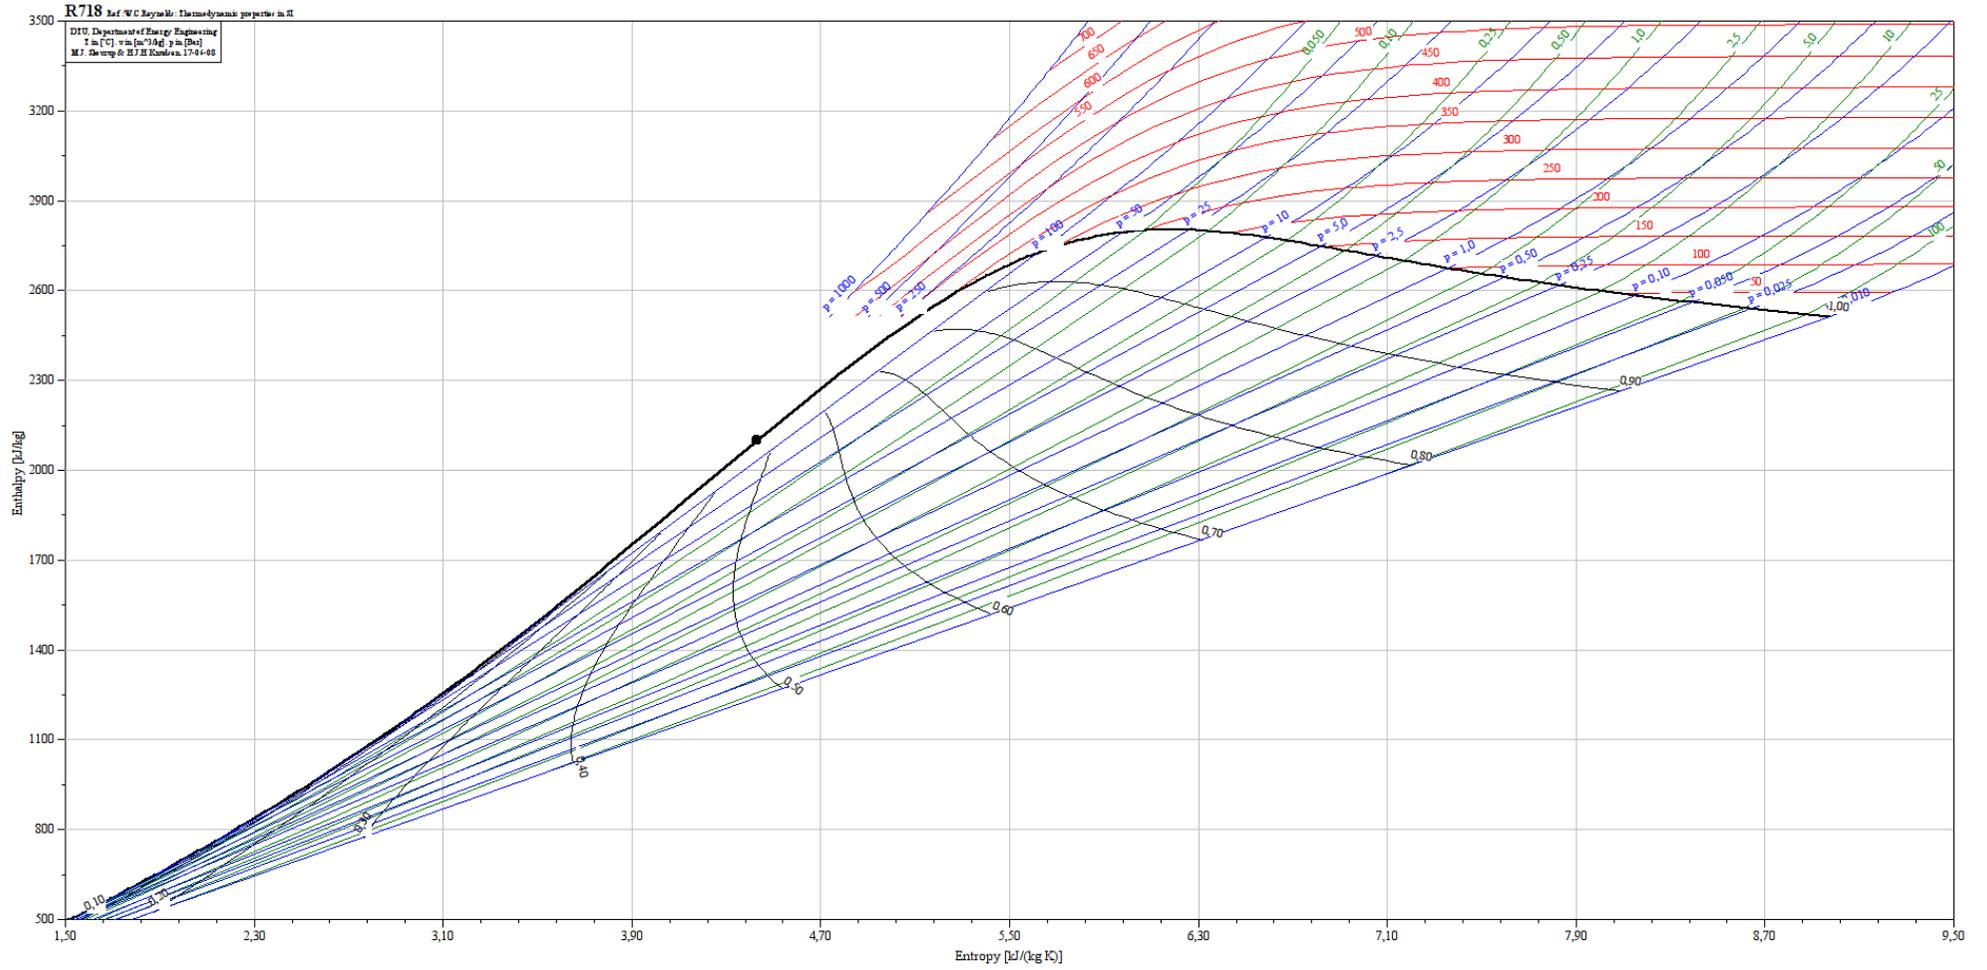

FIG. 3 : Diagramme de Mollier de l'eau.
On donne à la figure 3 le diagramme de Mollier de la vapeur d'eau et du mélange eau liquide/vapeur, représentant l'entropie massique s en fonction de l'enthalpie massique h . La courbe de saturation est représentée en gras, le point critique étant représenté par le point noir. Les autres courbes représentées sont : des isothermes, des isobares, des isochores, et des isotitres sur lesquelles c 'est la proportion de vapeur qui est constante.
- Déterminer son rendement en lisant les valeurs nécessaires sur la figure 3.